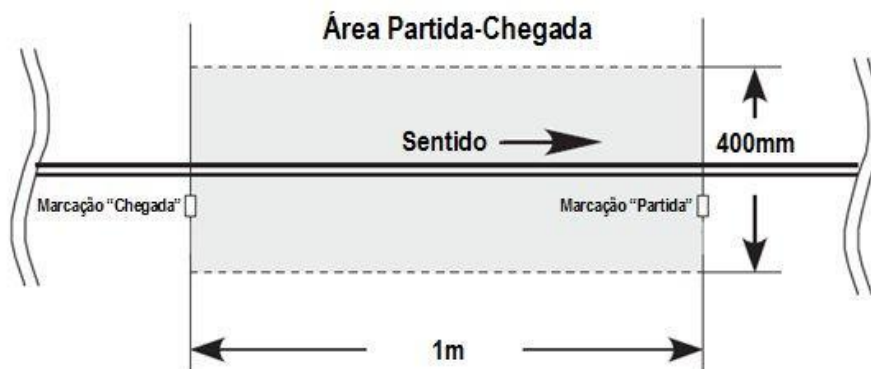

Figura 3: área de partida-chegada.
4.8 A área da pista a qual se estende entre o ponto de partida e o ponto de chegada, considerando 200 mm à direita da linha e 200 mm à esquerda da linha, é denominada "área de partida-chegada" (vide figura 3).